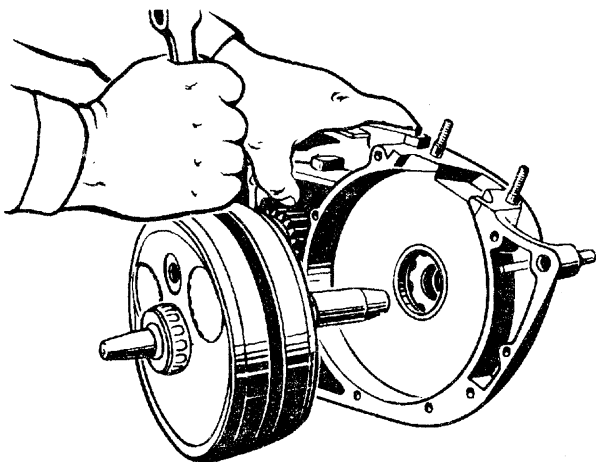

Рис. 3.25. Установка коленчатого вала в левую половину картера
- надеть на левую полуось коленчатого вала наконечник ВИ-57 (см. табл. 7.4) и установить коленчатый вал в левую половину картера в соответствии с рис. 3.25, после чего снять наконечник;